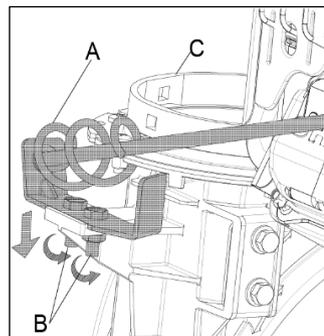

Рис. 5
5. Чтобы закрепить конец (В) троса управления крышкой желоба (Рис. 6), ослабьте две гайки (А) на конце троса (Рис. 6). Закрепите трос, как показано на Рис. 5, затяните гайки.
Прикрепите рычаг регулировки желоба спиральной частью (А) к седлу желоба (С) с помощью болтов и гаек (В), затяните гаечным ключом (рис.5). Убедитесь, что соединение надежно закреплено.